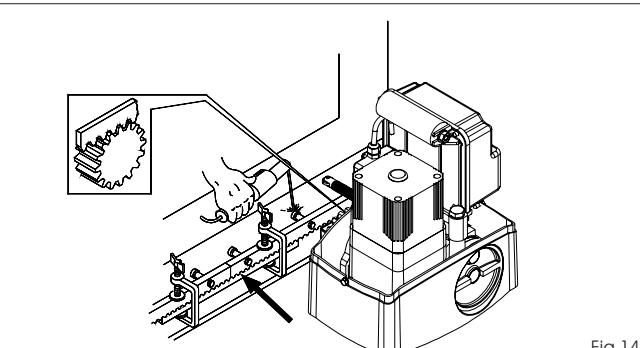

Fig.14
- Approcher un autre élément de la crémaillère de l'élément précédent en utilisant, pour mettre en phase la denture des deux éléments, un élément de la crémaillère d'après la Fig. 14.
- Approcher un autre élément de la crémaillière de l'élément précédent en utilisant, pour mettre en phase la denture des deux éléments, un élément de la crémaillère d'après la Fig. 14.